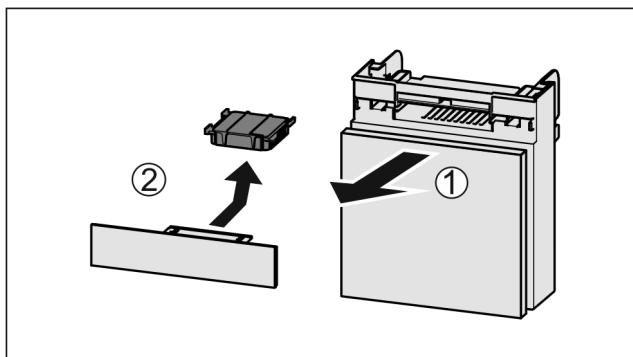

Fig. 62
- Predal izvlecite Fig. 62 (1) naprej.
- Odstranite Fig. 62 (2) aktivni ogleni filter.